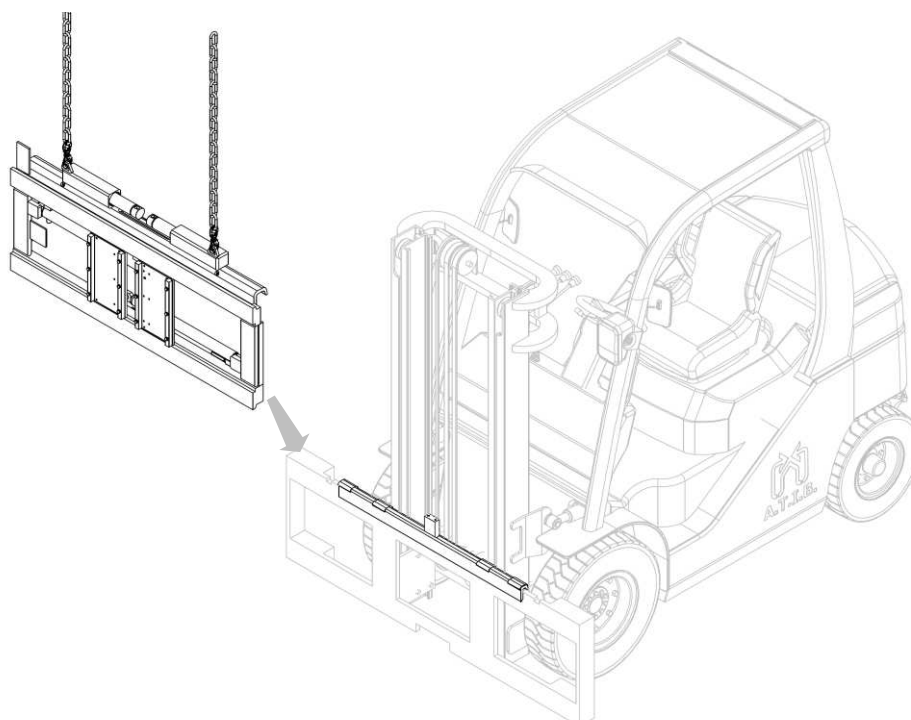

Figura 8
7. Agganciare quindi l'attrezzatura dai punti presa superiori e con un carro ponte o un paranco di portata sufficiente posizionarla sul doppio gancio, avendo cura di posizionarla in modo corretto (vedi *Figura 8*).